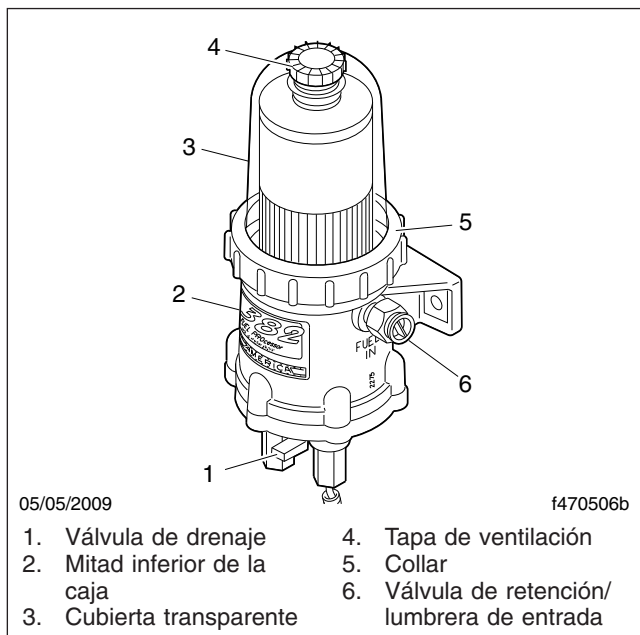

Figura 2, Separador de combustible y agua DAVCO (se muestra el modelo Fuel Pro 382)
4. Retire la tapa de ventilación (Figura 2, ref. 4) y abra la válvula de drenaje (Figura 2, ref. 1) para drenar el combustible completamente; luego cierre la válvula de drenaje.
3. Retire la tapa de ventilación (Figura 2, ref. 4) y abra la válvula de drenaje (Figura 2, ref. 1) para drenar el combustible completamente; luego cierre la válvula de drenaje.